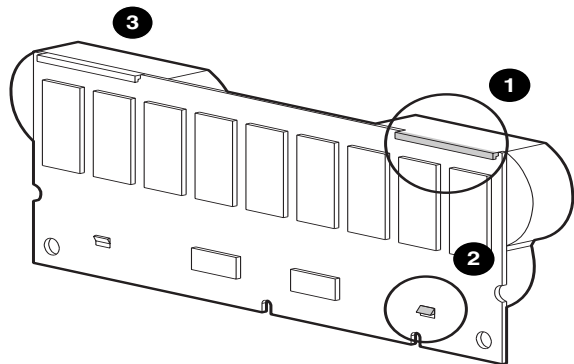

Figura 8: Fissaggio della batteria
- Assicurarsi che il gancio superiore ❶ e il fermaglio inferiore ❷ della batteria siano fissati saldamente al modulo. Vedere la Figura 8.